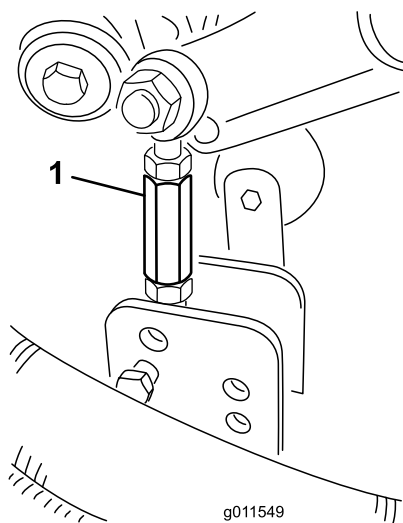

Figura 25
9. Retire los pasadores de horquilla y las chavetas que fijan los acoplamientos de los amortiguadores a los soportes de la carcasa de corte (Figura 25).